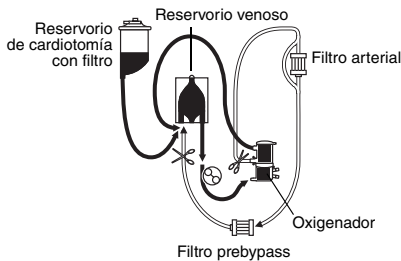

Figura 3.
Recirculación (consulte la figura 3)
1. Después de colocar el tubo en un canal de la bomba debidamente ocluido, quite el clamp de la salida de recirculación (figura 3) para permitir la recirculación entre el oxigenador y el reservorio venoso.